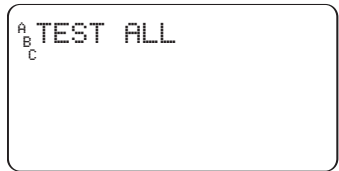

Figura 16: Funzione "Test Cycle" (Ciclo di prova) attivata sul display
2. Premere il tasto **MANUAL** (Manuale) una sola volta [Vedere la Figura 16]